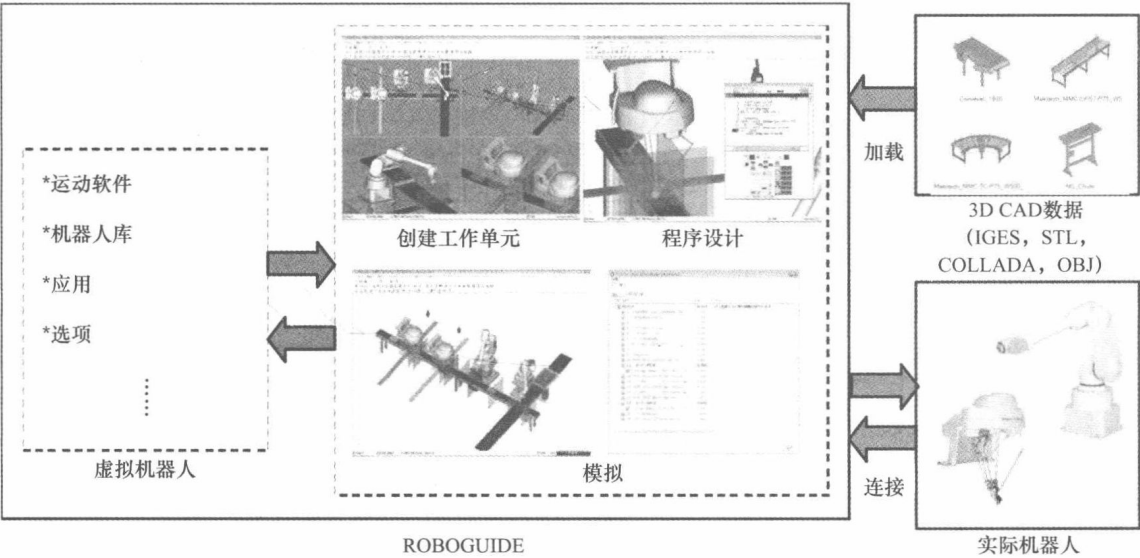

图 1-1
(1) 系统搭建 ROBOGUIDE提供了一个3D的虚拟空间和便于系统搭建的3D模型库。模型库中包含FANUC机器人的数模、机器人周边设备的数模以及一些典型工件的数模。ROBOGUIDE可以使用自带的3D模型库，也可以从外部导入3D数模进行系统搭建。如图1-1所示。